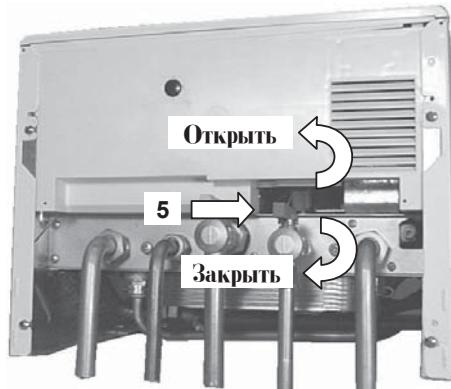

рисунок 2.1
- Откройте кран заполнения системы отопления 5 (рисунок 2.1) и закройте, когда давление достигнет значения, указанного на рисунке 2.2.